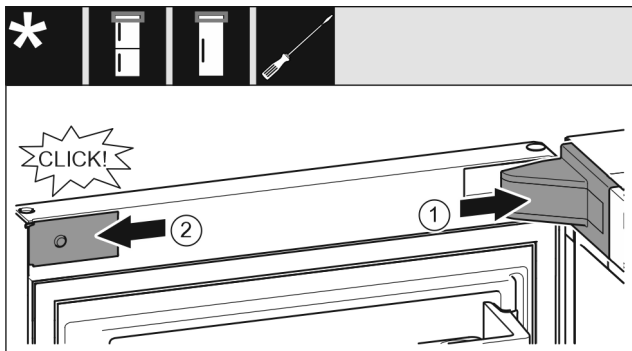

Fig. 25
- ▶ Stavite pokrov podloška ležaja Fig. 25 (1) i pustite ga da se uglavi, po potrebi ga oprezno razdvojite.
- ▶ Postavite masku Fig. 25 (2) bočno i uglavite je.